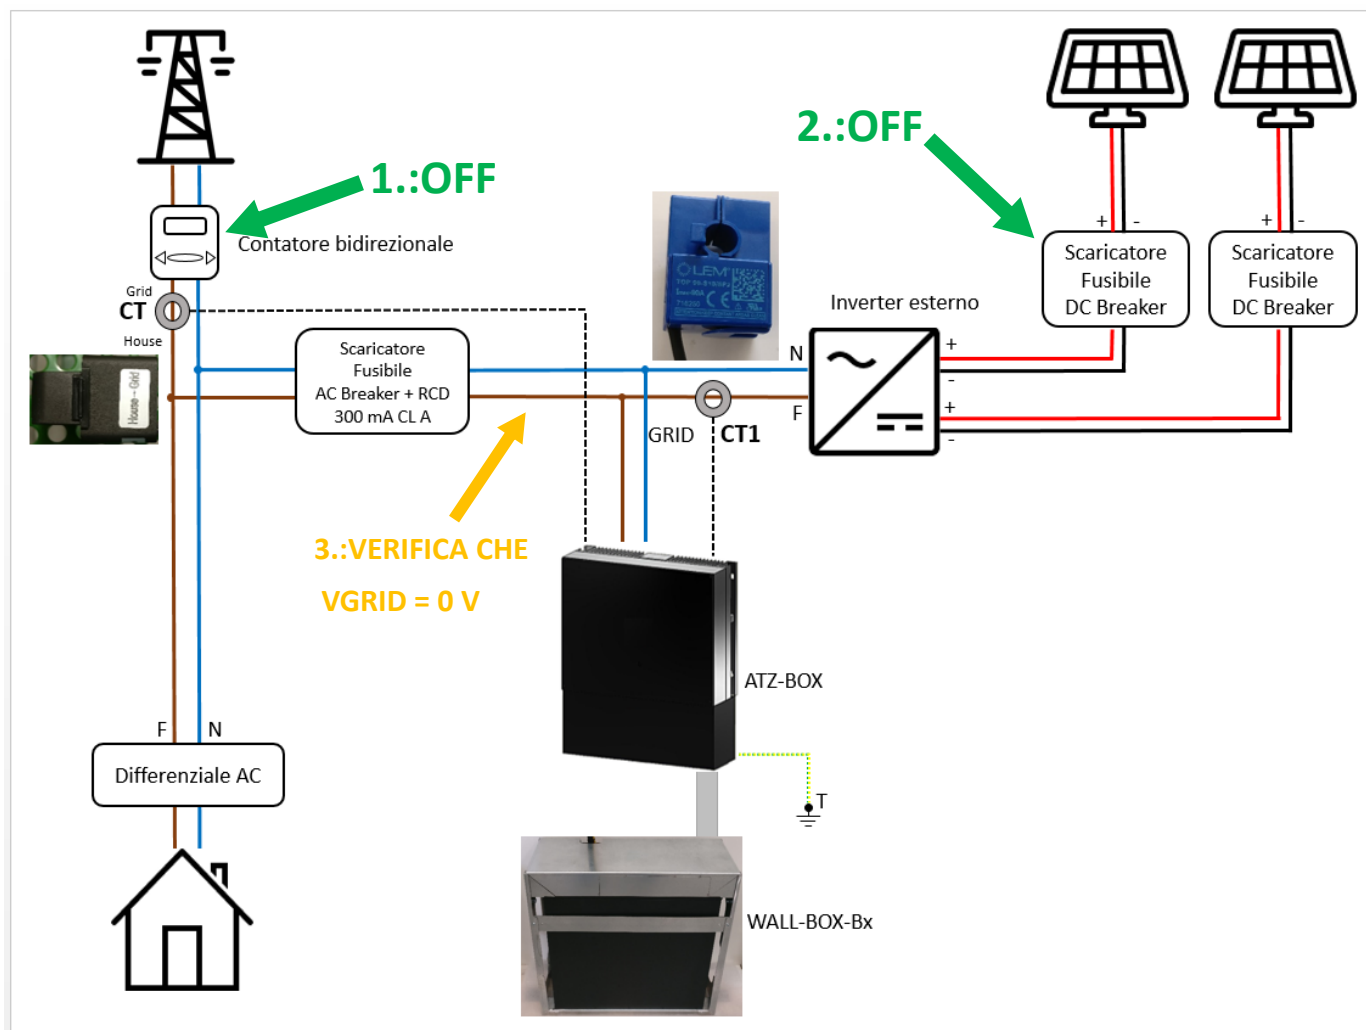

Figura 48 - Collegamento linea GRID
3. Verificare con un tester l'effettiva mancanza di alimentazione in loco e la mancanza di tensione ai capi dei cavi GRID (Figura 48).